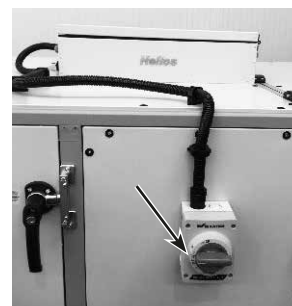

Fig.24
2. Fixer l'interrupteur de proximité à l'aide d'une vis M4x10 sur le panneau approprié pour l'accès à l'appareil (voir Fig.24).